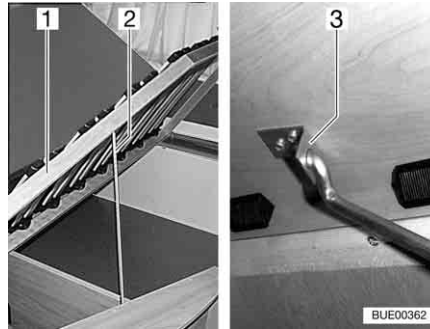

Bild 67 Festes Bett
- Lattenrost (Bild 67,1) anheben, Stange (Bild 67,2) aus Verankerung lösen und in Loch der Halterung (Bild 67,3) einstecken.
- Lattenrost (Bild 67,1) anheben, Stange (Bild 67,2) aus Halterung (Bild 67,3) lösen und in Verankerung einklemmen.